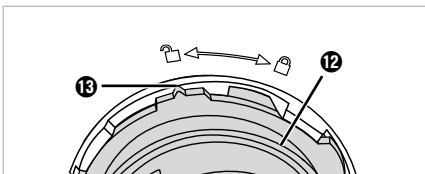

Abb. 6
- Drehen Sie die Halterung **12** gegen den Uhrzeigersinn, bis die Markierung **13** an der Halterung **12** auf das -Symbol am Teigbehälter **15** zeigt (**Abb. 6**). Entnehmen Sie die Halterung **12** samt Teigwelle **10**.